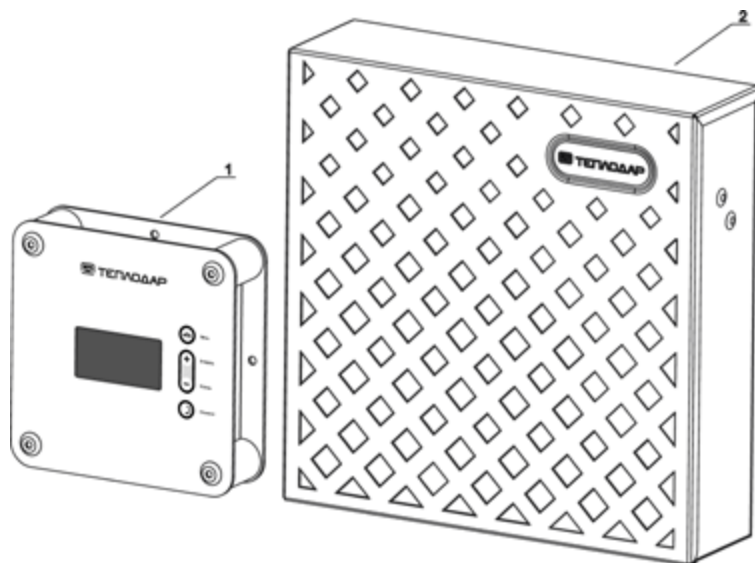

Рисунок 1. Основные компоненты пульта управления Comfort AIR+
- Внешняя панель, имеющая в своем составе дисплей, а также органы управления вводом информации (рис.1, поз.1)
- Силовой блок регулировки мощности, обеспечивающий управление нагрузкой (рис.1, поз.2)